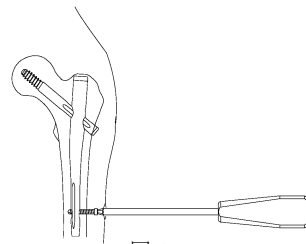

図 1
- 1) 六角 3.5 ドライバーにて、ロッキングスクリューを抜去します。（図 1）